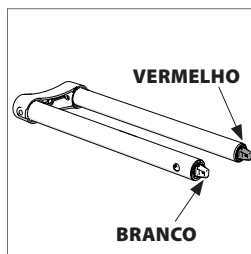

Fig. 1b
- As calhas de deslizamento. **(Fig. 1b)**